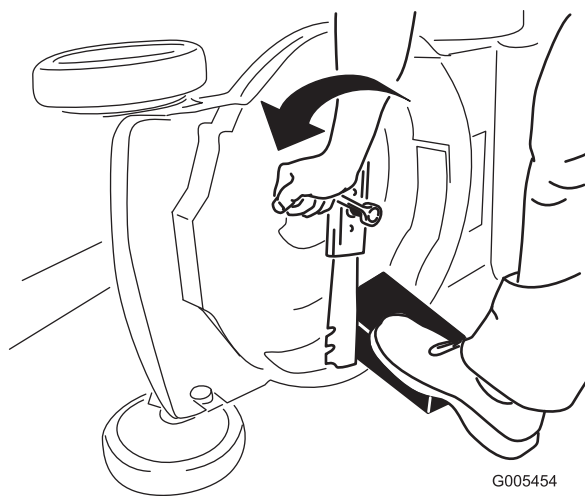

Figure 34
4. Déposez la lame mais ne jetez pas les fixations (Figure 34).
3. Immobilisez la lame avec un morceau de bois (Figure 34).